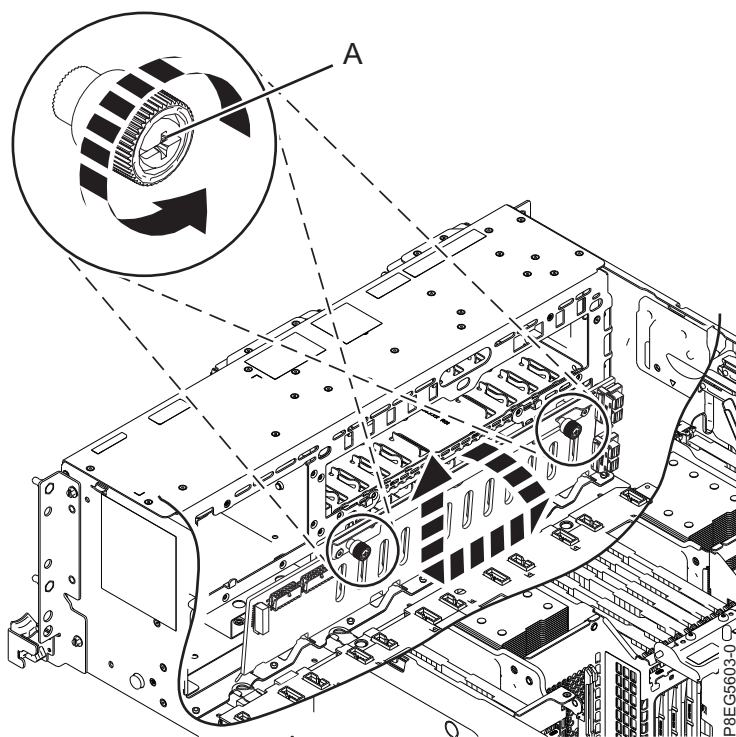

Figura 5. Extracción de la placa posterior de la unidad de disco
7. Desatornille con cuidado los tornillos cautivos de placa posterior de la unidad de disco (A) y extraígalos, como se muestra en la Figura 5.
8. Inclíne la placa posterior de la unidad de disco en la dirección que se muestra en la Figura 5 y, a continuación, deslícela hacia un lado, para que los orificios de la placa posterior queden libres de las pestañas del chasis.